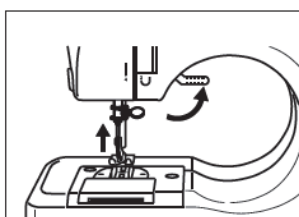

Fig.7
2. Zdvihnite pätku a vložte látku pod pätku (Fig. 7).